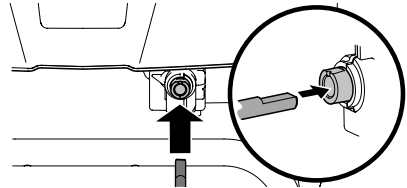

Figure 25
- Pour les modèles avec une commande électrique : Insérez l'autre extrémité de l'arbre flexible dans le raccord de la tige de commande sous le tableau de commande. Alignez l'extrémité plate de la tige avec l'extrémité plate du raccord. Vous aurez peut-être à tourner la tige pour que les deux extrémités plates s'alignent. Voir Figure 25.